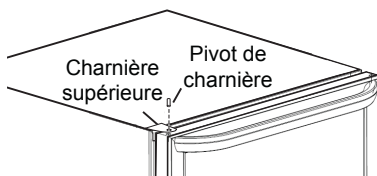

Figure 9
9. Placer le coin inférieur gauche de la porte sur la charnière inférieure, puis incliner le haut de la porte vers le bord dégagé de la charnière supérieure. Vérifier que la porte est de niveau et qu'elle ferme hermétiquement contre l'armoire, puis insérez le pivot de charnière dans le trou supérieur de la porte et dans la porte. Visser solidement avec un tournevis Phillips. (Voir Figure 9.)